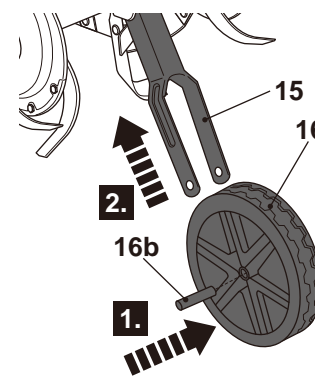

Fig. 5
- > Introduza a manga (16b) na roda (16) (Fig. 5, passo 1) e alinhe com os orifícios no suporte da roda (15) (Fig. 5, passo 2).